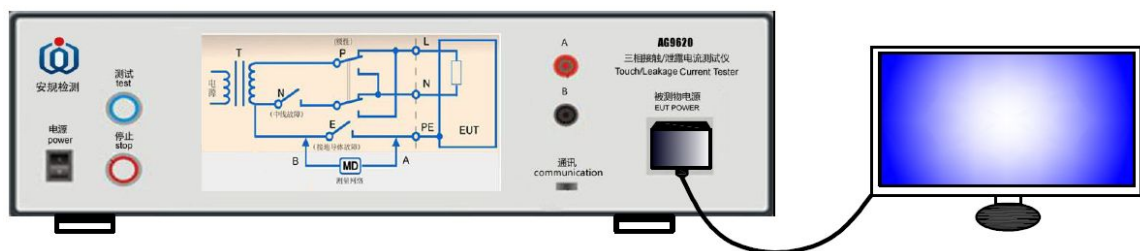

图 3 A、B 均内接，无需连接测试线
U1: 点击选择 GB12113 图 3 未加权的接触电流的模拟人体网络；
- 1) 如果被测物负载电流小于 10A，请采用图 3 的接线方式